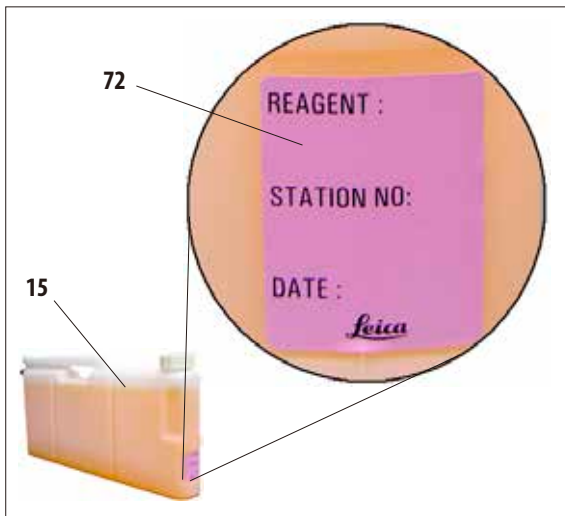

Fig. 55
Le etichette adesive (72) vengono incollate sul lato anteriore dei flaconi di sistema (15), come indicato nella fig. 55.
Sull'etichetta adesiva è possibile annotare anche il numero della stazione, nonché la data della messa in funzione con il reagente indicato nella tabella dei colori (fig. 55).